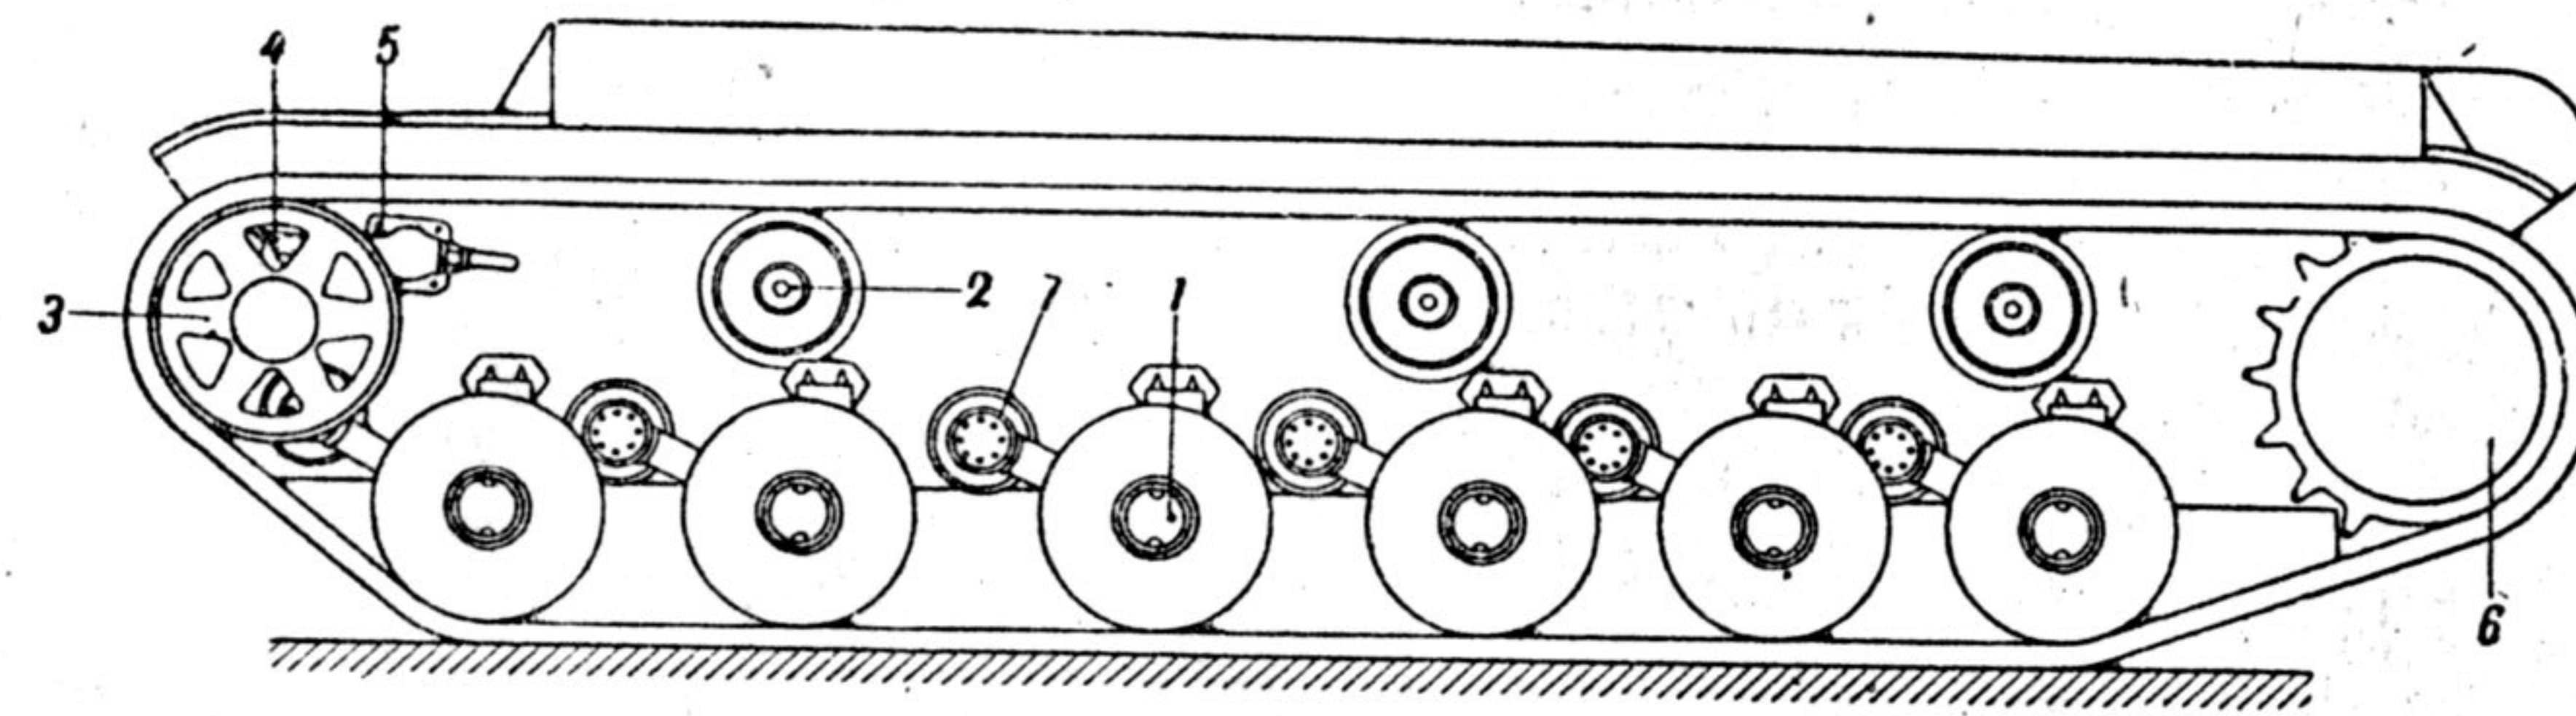

Рис. 97. Схема расположения точек смазки ходовой части танка:
(рис. 97)
3. Регулярно, через 800—1000 км пробега танка, смазывать (рис. 97) нижние катки 1 (12 точек); через 1400—1500 км пробега смазывать верхние катки 2 (6 точек), направляющие колеса 3 (4 точки), натяжные механизмы 5 (4 точки), оси кривошипа направляющего колеса 4 (2 точки), ведущие колеса 6 (4 точки).